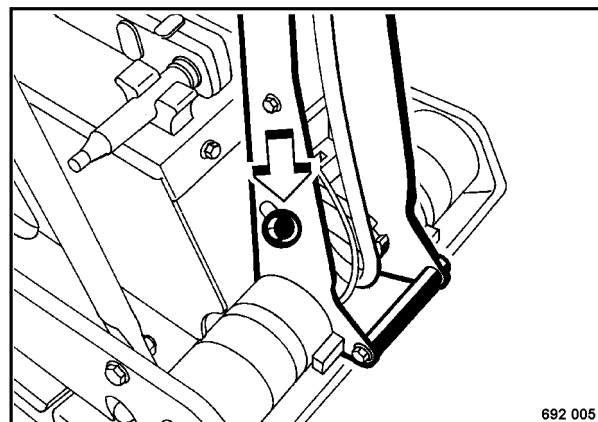

Fig. 1
- Apretar la palanca de trinquete (Fig. 1) en la dirección de la flecha, y abatir la barra de tracción hacia abajo.